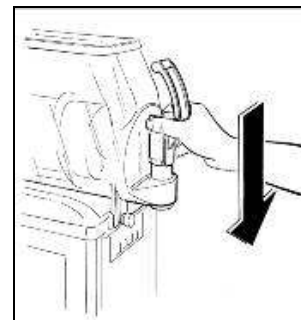

Fig. 17
- **R**emonter le robinet (fig.17) en ayant soin de mettre de la vaseline sur les garnitures pour faciliter le glissement de celui-ci jusqu'à insertion complètement dans son logement.